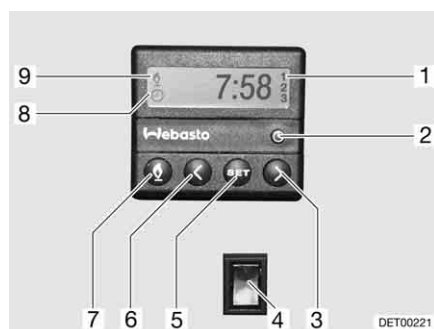

Fig. 170 Centralina di controllo per riscaldamento fisso
Accensione manuale: ■ Premere il tasto (Fig. 170,7). Il funzionamento del riscaldamento viene indicato con il simbolo (Fig. 170,9). La ventola viene inserita solo quando la temperatura dell'acqua di raffreddamento è pari a 30 °C.
Spegnimento manuale: ■ Premere il tasto (Fig. 170,7). Il simbolo (Fig. 170,9) si spegne.
Inserimento del riscaldamento del motore: ■ Premere l'interruttore (Fig. 170,4) in basso. Il motore viene preriscaldato. La ventola viene inserita immediatamente.
Disinserimento del riscaldamento del motore: ■ Premere l'interruttore (Fig. 170,4) in alto. Il motore rimane freddo.
Impostazione dell'ora: ■ Premere il tasto (Fig. 170,2). L'impostazione dell'ora viene indicata con il simbolo (Fig. 170,8).
■ Impostare l'ora con i tasti (Fig. 170,3 e 6).
- Premere il tasto (Fig. 170,5).
- Impostare l'orario di accensione con i tasti (Fig. 170,3 e 6) entro 10 secondi.
- Premere il tasto (Fig. 170,5) fino a che nel display (Fig. 170,1) non appare il numero di programmazione desiderato.